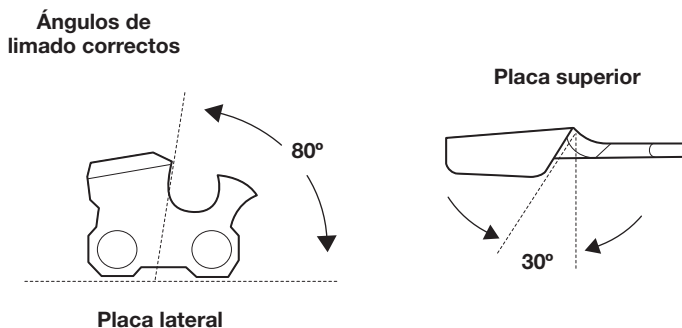

Fig. 33
- Aplique algunos golpes firmes en cada diente. Cuando se lima correctamente, la placa superior estará en un ángulo de 30° y la placa lateral estará en un ángulo de 80° (Fig. 33). La utilización de la lima y el soporte de lima correctos producirá automáticamente los ángulos correctos.